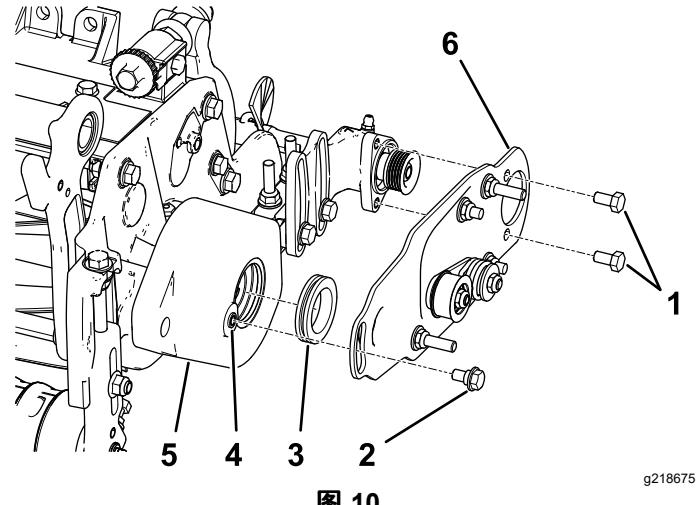

图 10
2. 在滚筒刷架中的套环内径上涂抹一层润滑脂 **图 10**。
3. 安装左侧或右侧滚筒刷枢轴板 **图 10**。
- 注意** 确保怠轮皮带轮组件按 图 10 中所示安装在底部。
- 为 2 个螺栓 $5/16 \times 1/2$ 英寸涂抹防松螺纹油并用这两个螺栓将滚筒刷侧板安装到滚筒刷轴承座上 图 10。
- 用 $5/16\text{--}18$ 水龙头清除滚筒刷架中螺纹上的油漆然后再拧入轴肩螺栓 图 10。
- 在轴肩螺栓上涂抹防松螺纹油 图 10。
- 用轴肩螺栓将滚筒刷侧板固定至滚筒刷架上 图 10。